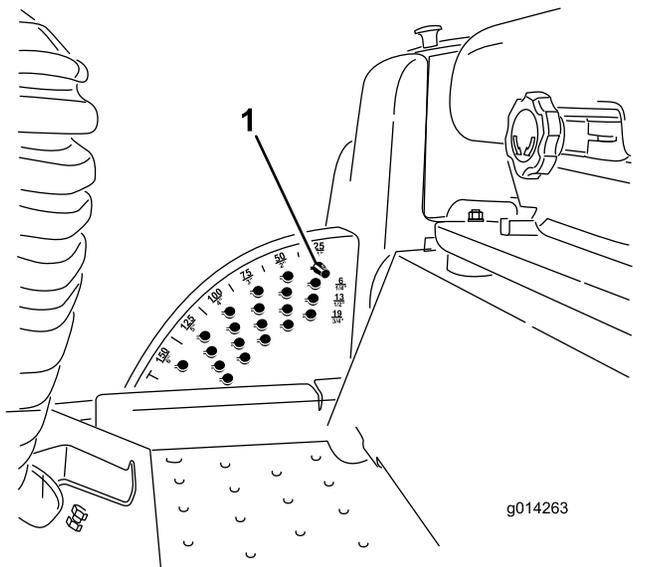

Рисунок 18
1. При работающем двигателе переместите переключатель подъема деки назад, пока режущий блок не поднимется полностью, а затем **немедленно отпустите переключатель**, как показано на Рисунок 18.
2. Поверните стопорный штифт высоты скашивания так, чтобы его выступы совпали с прорезями в отверстиях кронштейна высоты скашивания, и выньте штифт (Рисунок 18).
3. Выберите отверстие в кронштейне высоты скашивания, соответствующее необходимой высоте скашивания, вставьте штифт и, нажимая на него, поверните так, чтобы он зафиксировался в отверстии (Рисунок 18).
Примечание: В кронштейне есть четыре ряда отверстий (Рисунок 18). Верхний ряд обеспечивает высоту скашивания, указанную над штифтом. Второй ряд обеспечивает указанную высоту скашивания плюс 6 мм. Третий ряд обеспечивает указанную высоту скашивания плюс 12 мм. Нижний ряд обеспечивает указанную высоту скашивания, плюс 18 мм. Для положения 15,8 см имеется только 1 отверстие, расположенное во втором ряду. Это положение соответствует высоте скашивания 15,8 см, и к нему не добавляется 6 мм.